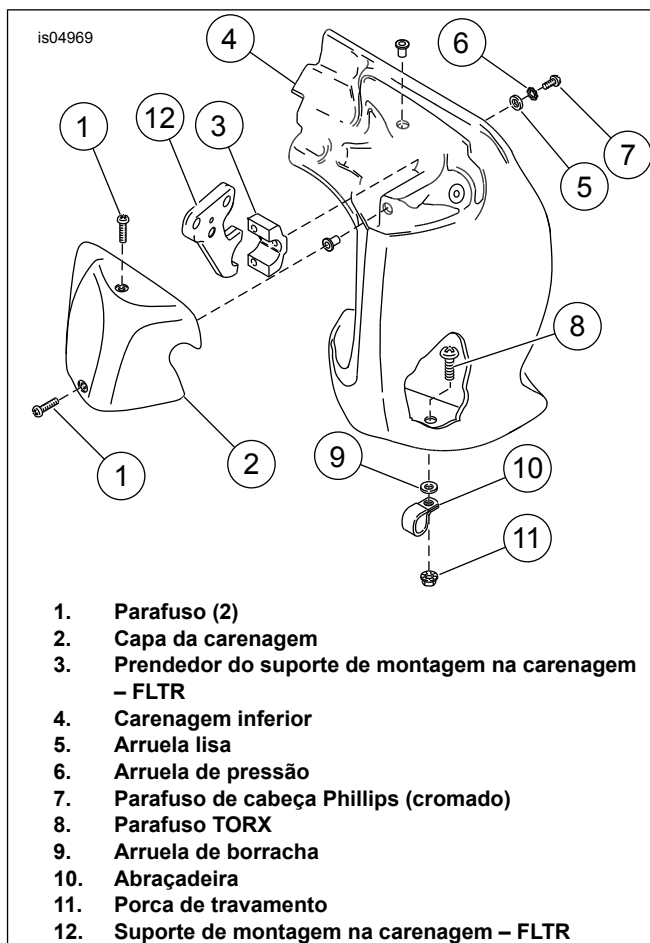

Figura 2. Carenagem inferior acessória FLTR/I
4. Veja Figura 2. Remova o parafuso TORX® (8), a arruela de borracha (9), a porca de travamento (11) e a abraçadeira (10) que fixam a parte inferior da carenagem (4) ao protetor do motor e coloque de lado.
5. Remova os dois parafusos (1) que fixam a capa da carenagem (2) à carenagem inferior. Remova a capa. Coloque as peças de lado para a instalação.
6. Remova o parafuso (7), a arruela de pressão (6) e a arruela lisa (5) do prendedor (3) que fixam a parte superior da carenagem inferior ao suporte de montagem inferior da carenagem superior (12).
7. Remova o prendedor grande (3) do protetor do motor.